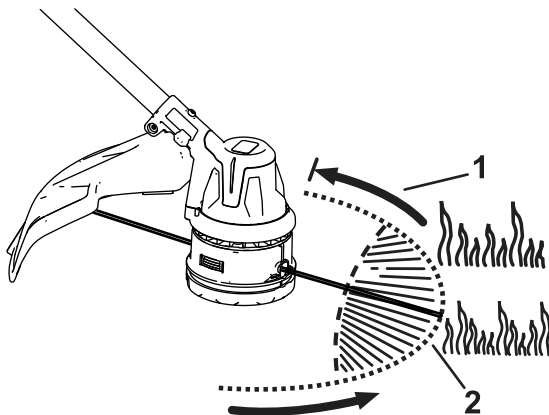

Figuur 13
1. Druk de zijkanten van de gesp in (A in Figuur 13).
2. Laat de gesp eruit schuiven (B in Figuur 13).